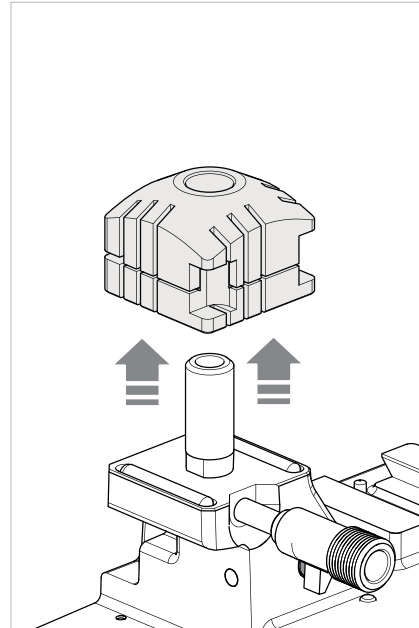

Fig. 44
- 3) Verwijder de aanwezige spanbek naar boven toe (Fig. 44).